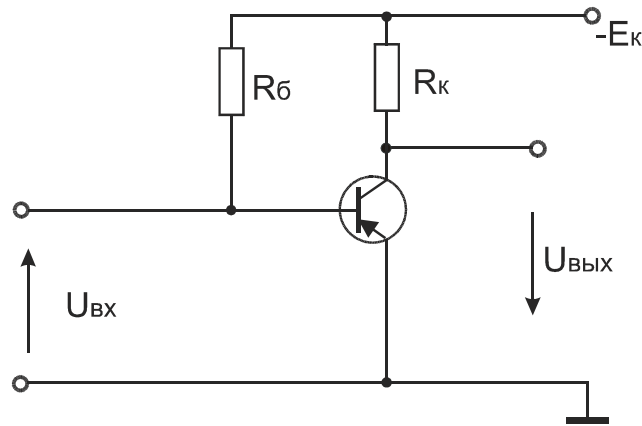

Рис. 2.2
4. Нарисовать схему замещения усилительного каскада для усилителя, изображенного на рис. 2.2.
5. Для указанного на рис. 2.2 усилительного каскада с общим эмиттером определить коэффициенты усиления по напряжению, току и мощности, выходное напряжение, входное и выходное сопротивления по заданным величинам  $U_{\text{вх}}, R_k, R_{\delta}, h_{11}, h_{21}, h_{22}$ .